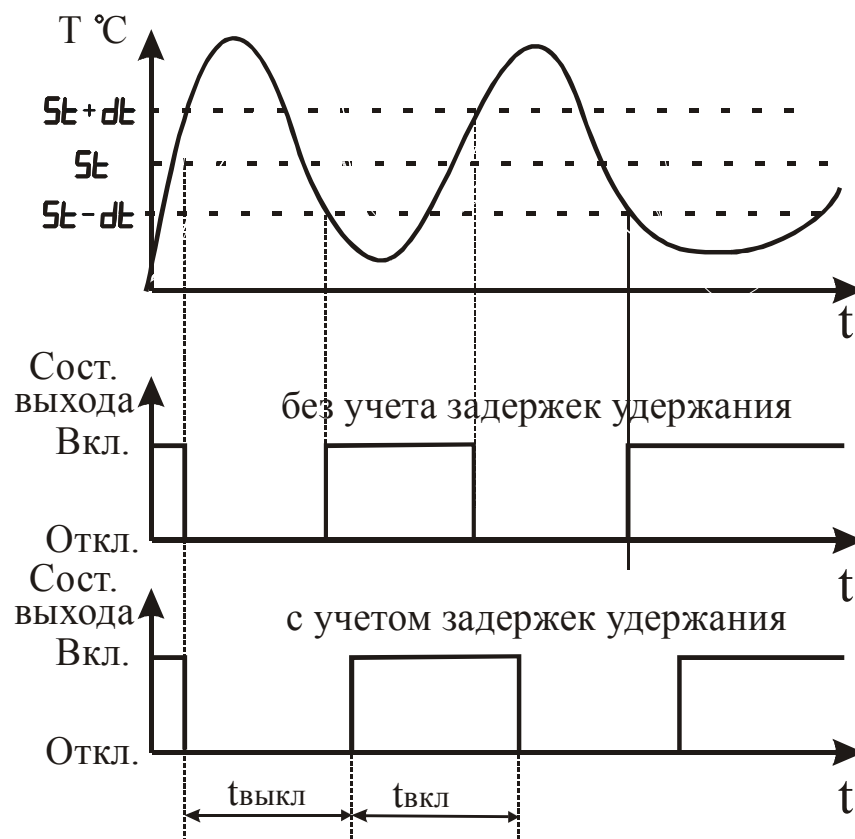

Рисунок 3.17 – Влияние параметров “Удержание замкнутым выходного устройства” и “Удержание разомкнутым выходного устройства” на состояние выходного устройства
3.3.3.12 Параметры “Удержание замкнутым выходного устройства” и “Удержание разомкнутым выходного устройства” задают минимальное время удержания выходного устройства в замкнутом и разомкнутом состоянии. Прибор удерживает выходное устройство в соответствующем состоянии в течение заданного времени, если даже по логике работы прибора должно произойти переключение (см. рисунок 3.17).